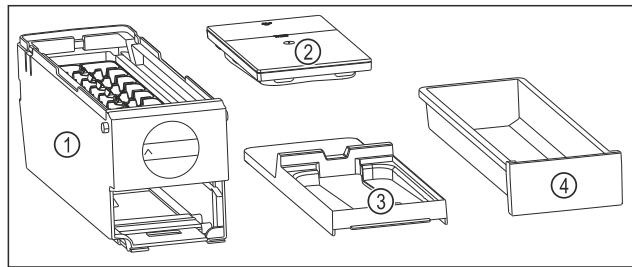

Fig. 113 Съставни части на EasyTwist-Ice
- EasyTwist-Ice е разглобен на четири части. (виж Fig. 113)
- Разглобявайте EasyTwist-Ice само на изображените съставни части. (виж Fig. 113)
- Почистете корпуса на EasyTwist-Ice Fig. 113 (1) като едно цяло.